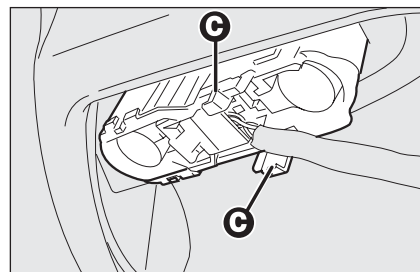

fig. 34
- abbassare lo sportello ed estrarre il gruppo portalampeade agendo sulle linguette di ritegno **C-fig. 34**;
- reinserire il gruppo portalampade fissandolo correttamente in posizione mediante le linguette di ritegno **C-fig. 34**;
- abbassare lo sportello ed estrarre il gruppo portalampade agendo sulle linguette di ritegno **C-fig. 34**;